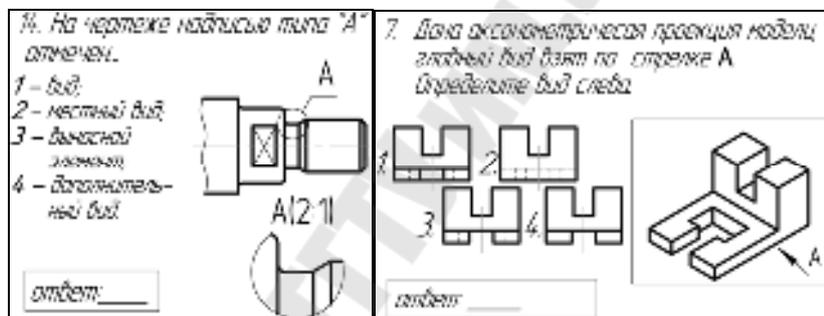

Рис. 2. Пример задания на выбор правильного ответа из нескольких предложенных
– задания на выбор правильного ответа из нескольких предложенных (студентам предлагается из четырех-пяти ответов выбрать правильный) (рис. 2). Данные задания наиболее технологичны, поскольку они легко оформляются, а результаты выполнения фиксируются довольно просто и однозначно;